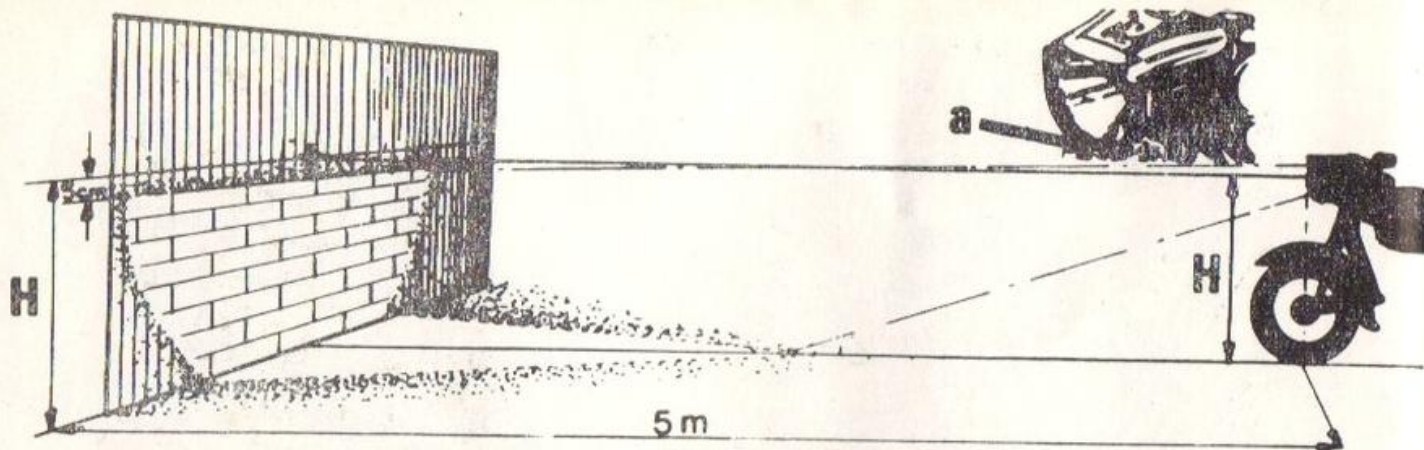

Fig. 36.
Pentru a regla înălțimea fasciculusului luminos acționati asupra șurubului de reglaj „a” din fig. 36 (rotind la dreapta, fasciculusul coboară, rotind la stînga, fasciculusul se ridică):
2. Așezați motoreta pe roți, pe o suprafață dreaptă, la 5 m în fața unui perete, ca în fig. 36.
3. Porniți motorul și aprindeți lumina de încrucișare. Limita superioară a porțiunii luminate trebuie să se afle la 5 cm sub punctul de pe perete situat la aceeași înălțime de sol ca și centrul farului (cota „H” din fig. 36).